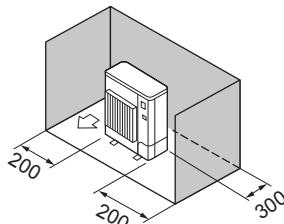

Fig. 2-9
③ Yalnızca arkadaki ve yanındaki engeller (Fig. 2-9)